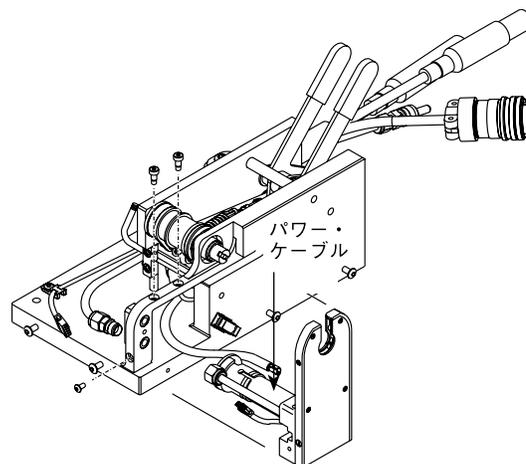

図 45：パワー・ケーブルを取り外す
18. パワー・ケーブルをプラスチック製モーター・ドライブ・ハウジングから外します。図 45 をご参照ください。